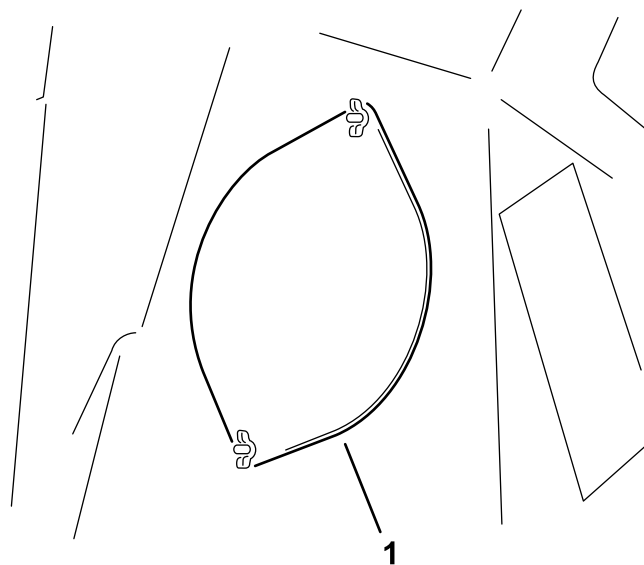

Bild 31
3. Lösen Sie die zwei Flügelmutter, mit denen die Abdeckplatte befestigt ist (Bild 31).